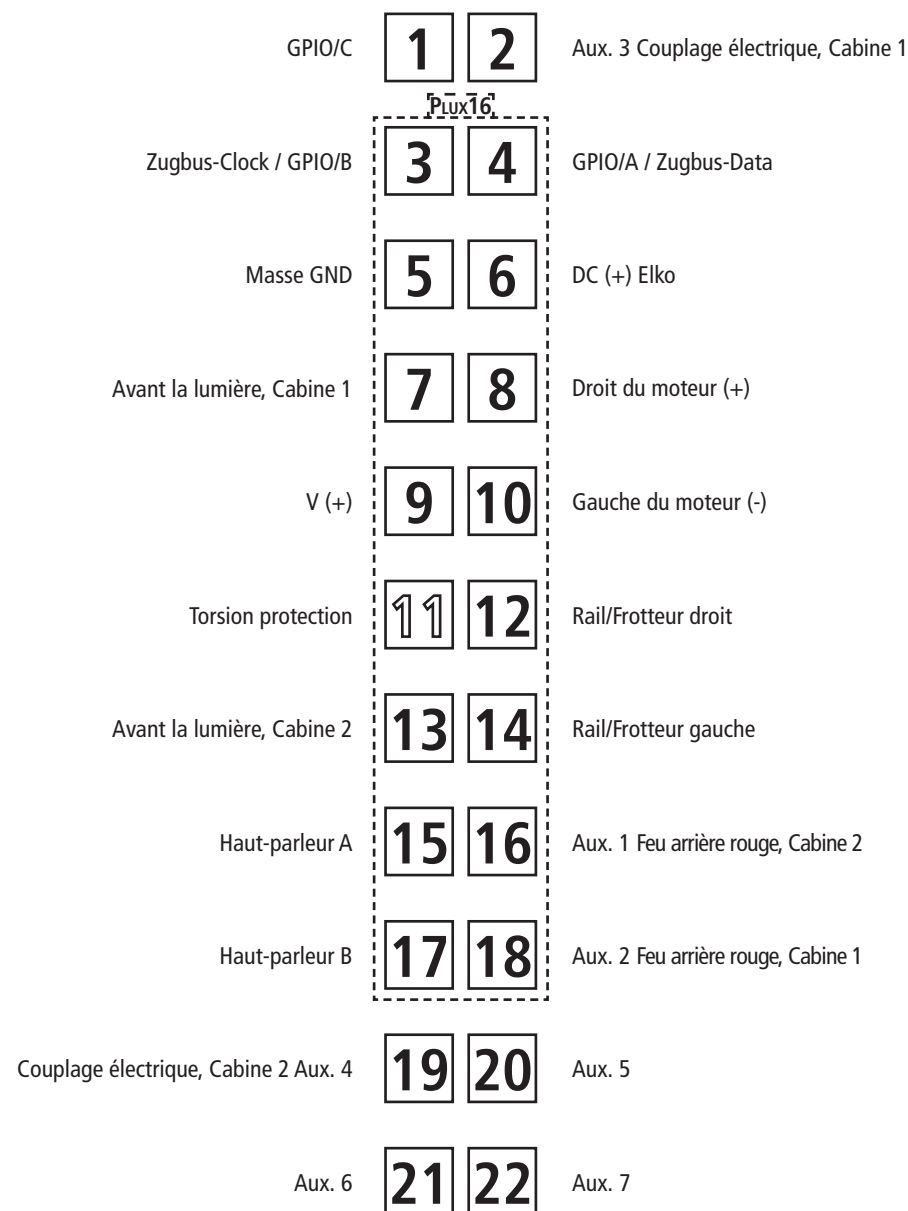
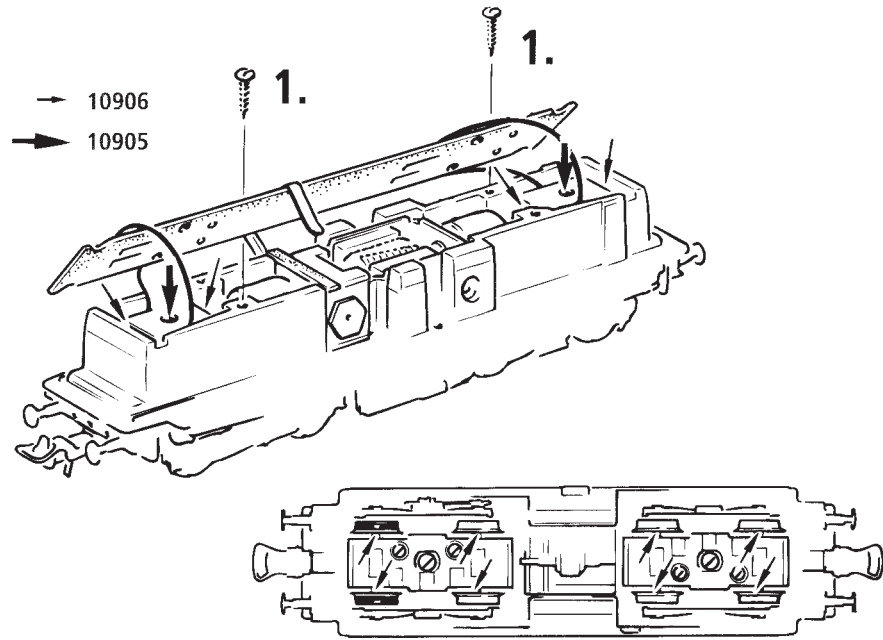
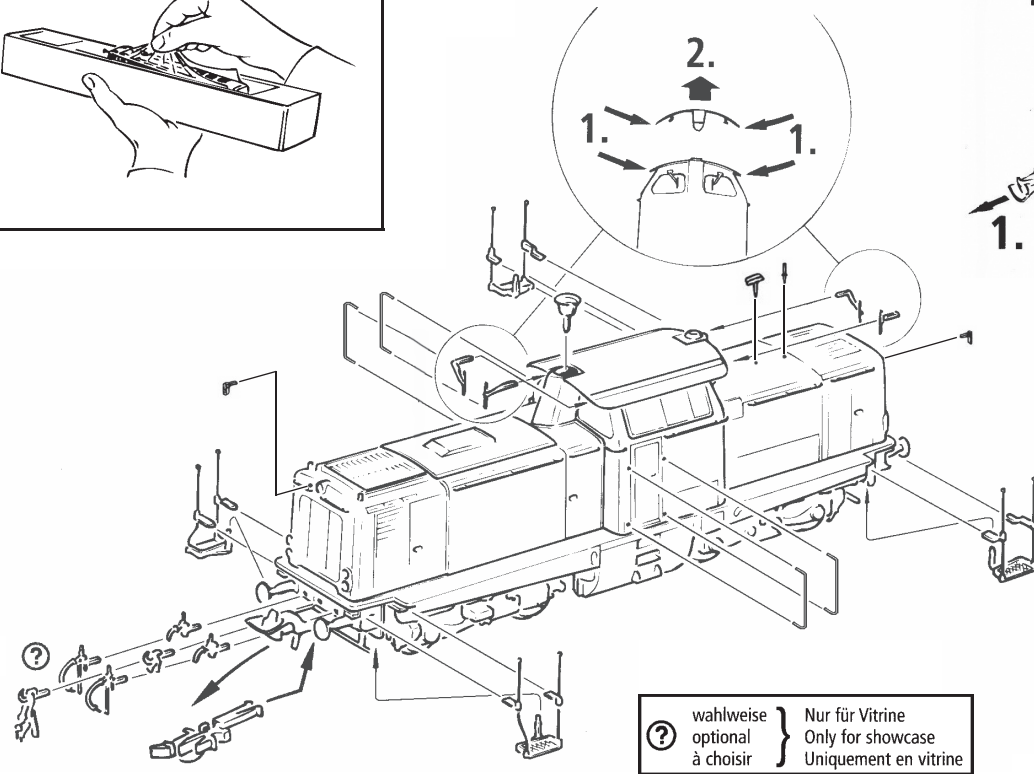
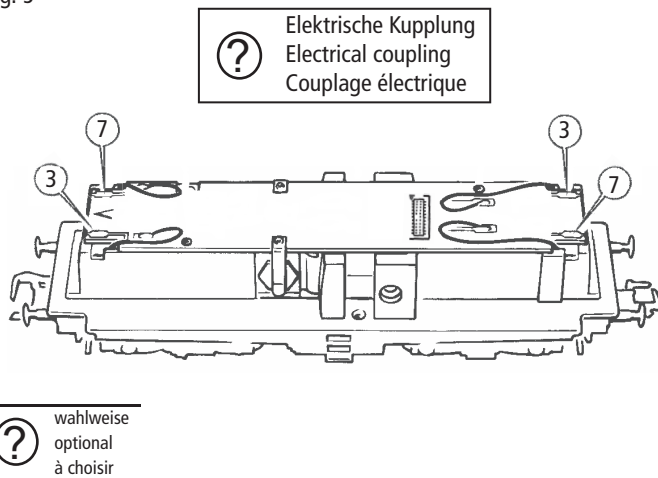

Fig. 7
Fig. 9
Fig. 3
Fig. 6
2. Schmierung: Versehen Sie die im Schmierplan in Fig. 7 gekennzeichneten Stellen mit nur **kleinen Öltröpfen**. Dazu zuerst das Lokgehäuse abnehmen (Fig. 3). Wir empfehlen den **ROCO Öler Art.-Nr. 10906**. Fürs Schmieren der Getriebeteile (Zahnräder, Schnecke) empfehlen wir das **ROCO-Spezialfett Art.-Nr. 10905**. Im Falle der Schmierung diese Teile **nicht ölen**.
Mehrzugbetrieb: Zuerst Lokgehäuse abnehmen (Fig. 3). Danach den Brückenstecker aus der Schnittstelle entfernen (diesen sorgsam aufbewahren). Danach den Stecker des Steuerbausteins lagerichtig einsetzen (siehe Fig. 9).
4. Kohlebürstenwechsel: Lokgehäuse abnehmen (Fig. 3). Danach wird der Motor ausgebaut und die Kohlebürsten ausgewechselt (Fig. 6).
2. Lubrication: Apply **tiny oil drops** to spots marked in fig. 7. Prior to lubrication dismantle locomotive (fig. 3). We recommend using item no. **10906, Roco oiler**. For lubrication the gearparts (e.g. cogwheels, worm) we should recommend our Roco **special grease** (item no. **10905**).
Remove the jumper from the interface. Finally put the plug of the chip into the interface as shown in fig. 9.
4. Carbon Brush Changing: First remove loco body (fig. 3), and then the motor (fig. 6).
2. Graissage: N'appliquez **qu'une toute petite goutte** aux endroits indiqués par le plan de graissage (fig. 7) après avoir démonté la caisse de la locomotive (fig. 3). Nous vous recommandons **le graisseur à huile Roco réf. 10906**. Pour graisser les engrenages (roues dentées, vis sans fin) nous vous conseillons la **graisse spéciale Roco réf. 10905** pour engrenages en matières synthétiques. Lorsque vous utilisez cette graisse il faut éviter d'huiler ces composants.
Enlevez la fiche de shuntage de l'interface (à conserver!) et enfichez finalement la fiche du module de télécommande aux prises de l'interface. Veuillez à la position correcte de la fiche (voir fig. 9).
4. Remplacement des balais du moteur: Démontez la caisse (voir fig. 3). Démontez ensuite le moteur et échangez le balais (fig. 6).